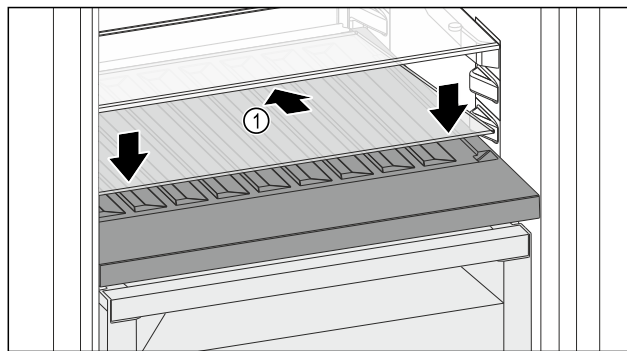

Fig. 105
- 向后下方倾斜放置玻璃隔板 Fig. 105 (1)。
- 放低玻璃隔板 Fig. 105 (1) 前部。